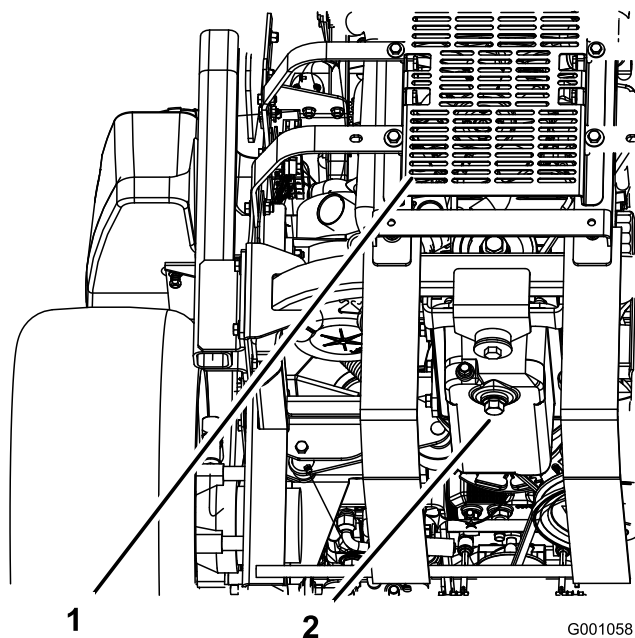

Figure 53
5. Placez un bac de vidange sous l'orifice de vidange. Retirez le bouchon de vidange et laissez s'écouler toute l'huile (Figure 53).